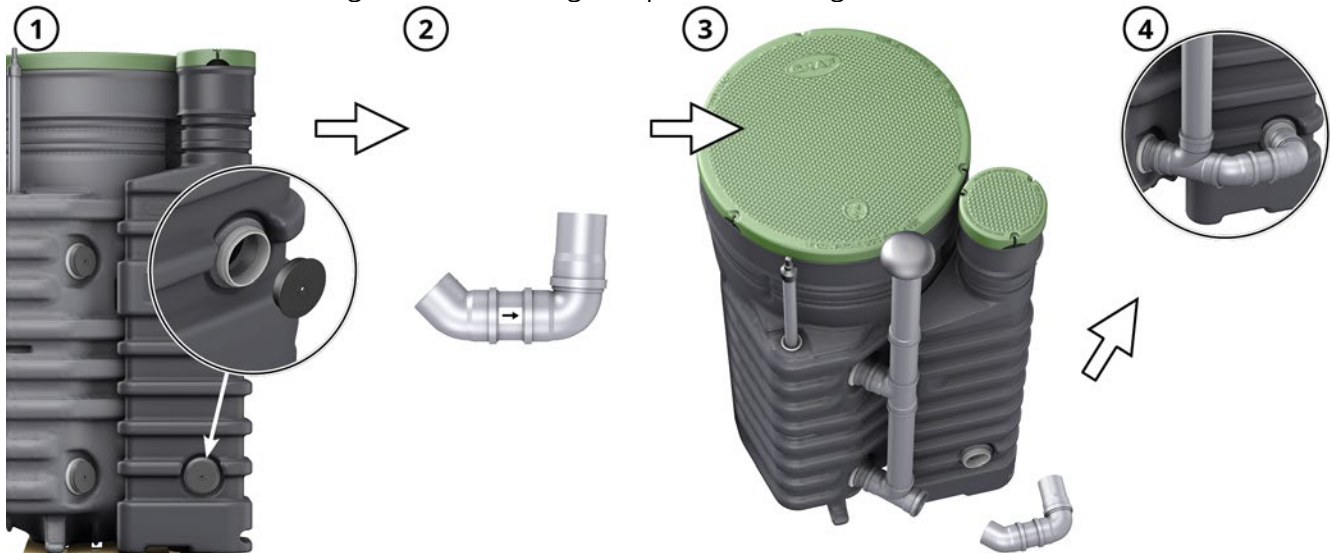

Abb. 14: Überlauf zum Pumpenschacht montieren
2. Das Überlaufset wie in *Abb. 14* dargestellt am Abzweigstück des Belüftungssets und am Zulauf des Pumpenschachts ansetzen und bis zum Anschlag in die Öffnungen einschieben.